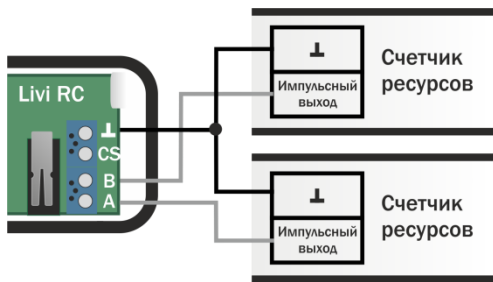
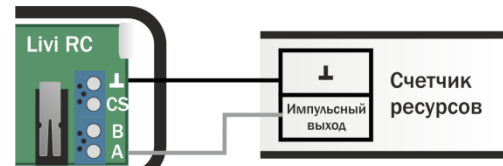

Рисунок 7.2 – Схема подключения датчика к двум счетчикам воды
Рисунок 7.3 – Схема подключения датчика к одному счетчику электроэнергии или воды
- 3) **Для счетчиков воды:** подключите выводы импульсных выходов счетчиков к клеммам на плате датчика в соответствии с одной из приведенных схем (см. рисунок 7.2 и рисунок 7.3).
Для счетчика электроэнергии: подключите датчик к импульсному выходу счетчика проводом сечением 0,12 мм² в соответствии со схемой (см. рисунок 7.3). Длина провода, используемого для подключения датчика к счетчику, не должна превышать 2 м.